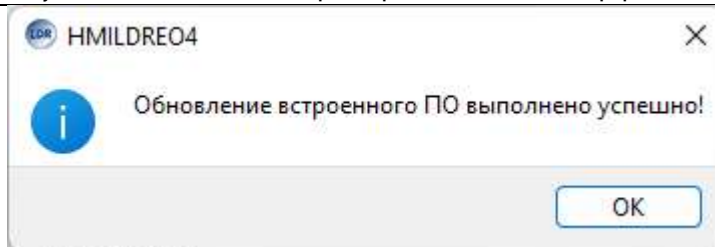

Рис. 13 Сообщение об успешном обновлении встроенного ПО
- 4.10. По завершению загрузки, будет отображено сообщение об успешном завершении процесса (Рис. 13) и устройство будет автоматически перезагружено и перейдёт в штатный режим работы, в соответствии с алгоритмами ВПО ЭО4 МЦП ПЛИС. Если в процессе загрузки произошёл сбой, следует повторить процедуру ещё раз.